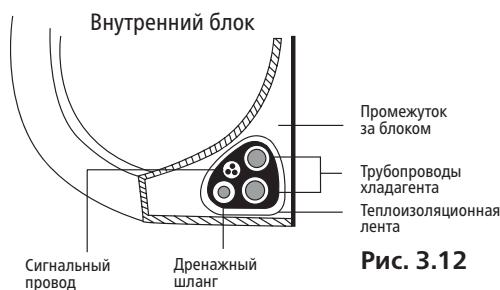

Рис. 3.12
1. Обвязите дренажный шланг, трубы хладагента и сигнальный кабель, как показано на **рис. 3.12**.
3. С помощью теплоизолирующей ленты плотно свяжите вместе сигнальный провод, трубы хладагента и дренажный шланг. Повторно проверьте, что комплект связан, как показано на **рис. 3.12**.